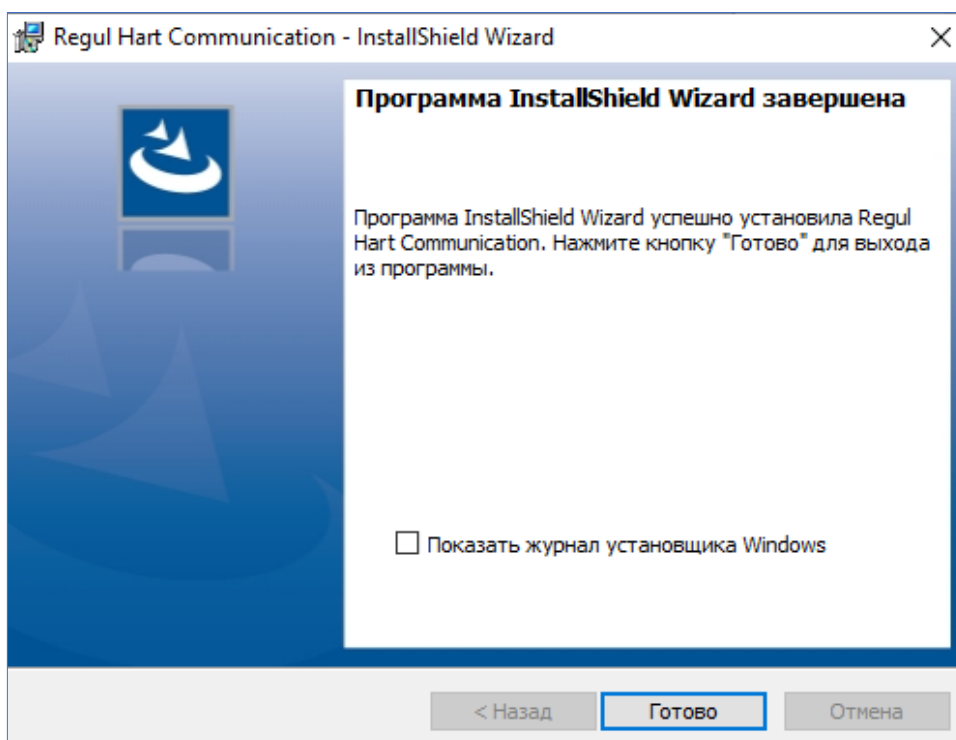

Рисунок 9 – Информационное окно об успешной установке программы
- далее следуйте рекомендациям мастера установки. В большинстве случаев достаточно принять настройки установки, предлагаемые по умолчанию, последовательно нажимая кнопку **Далее**. По завершении, появится уведомление об успешной установке программы (Рисунок 9);